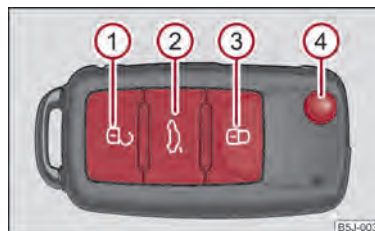

Abb. 17 Funkschlüssel
- Drücken Sie die Taste ① ⇒ Abb. 17 etwa 1 Sekunde lang.